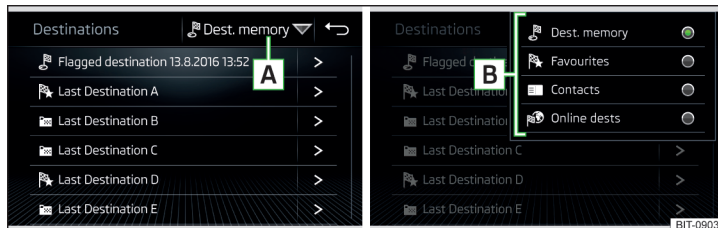

Fig. 177 Selectarea listei destinațiilor memorate/categoriilor destinațiilor memorate
- Atingeți suprafața de comandă funcții **A** » fig. 177 și selectați una din următoarele categorii de destinații memorate **B** » fig. 177.